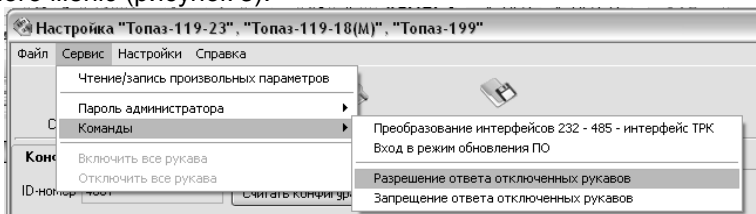

Рисунок 3
– установить режимы работы рукавов колонок (рукавам, отсутствующим на колонках, установить режим работы "отключен"). Отключенные рукава не отвечают ни на какие команды управления, а также на запросы параметров. Для разрешения ответа отключенных рукавов необходимо выбрать соответствующую команду в пункте "Сервис" главного меню (рисунок 3).